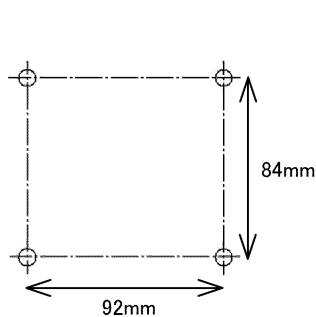
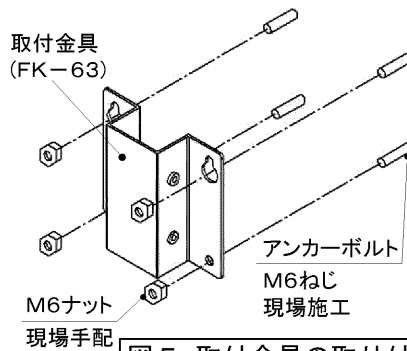
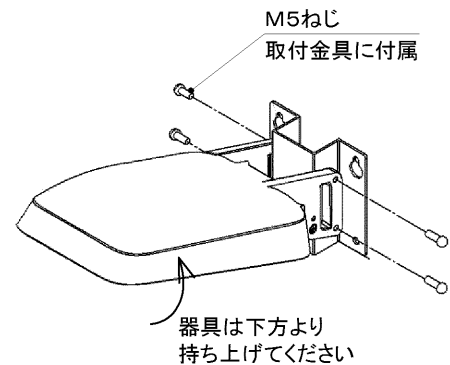

図4 取付寸法
図5 取付金具の取り付け
図6 器具の取り付け
●壁面に取り付ける場合（図4）（図5）（図6）
2. 取付金具はアンカーボルトと取付ナットにて堅固に締め付けてください。（図5）
3. 金具の凸部に対し器具を下方から持ち上げ、取付金具の同梱ねじ4本にて、取付金具と器具を（図6）のように締め付けてください。